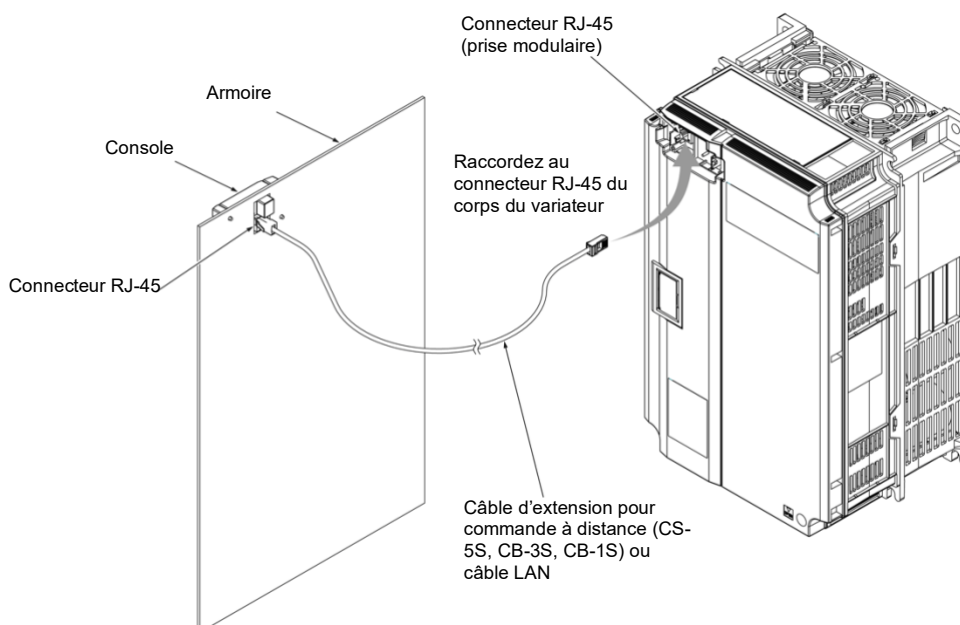

Figure 2.3-8 Raccordement du câble d'extension ou du câble LAN disponible dans le commerce entre la console et le corps du variateur
- (5) Raccordez le câble d'extension pour commande à distance (CB-5S, CB-3S, CB-1S) ou le câble LAN disponible dans le commerce (droit) au connecteur RJ-45 de la console et au connecteur RJ-45 du corps du variateur (prise modulaire). Cf. Figure 2.3-8.